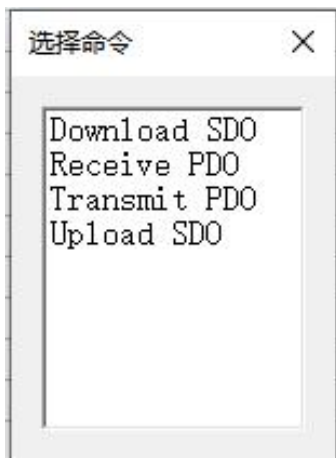

图10: 选择命令对话框
3) 增加命令操作：在节点上单击鼠标左键，然后执行增加命令操作，为该节点添加命令。弹出如下选择命令对话框，供用户选择，如图10所示：